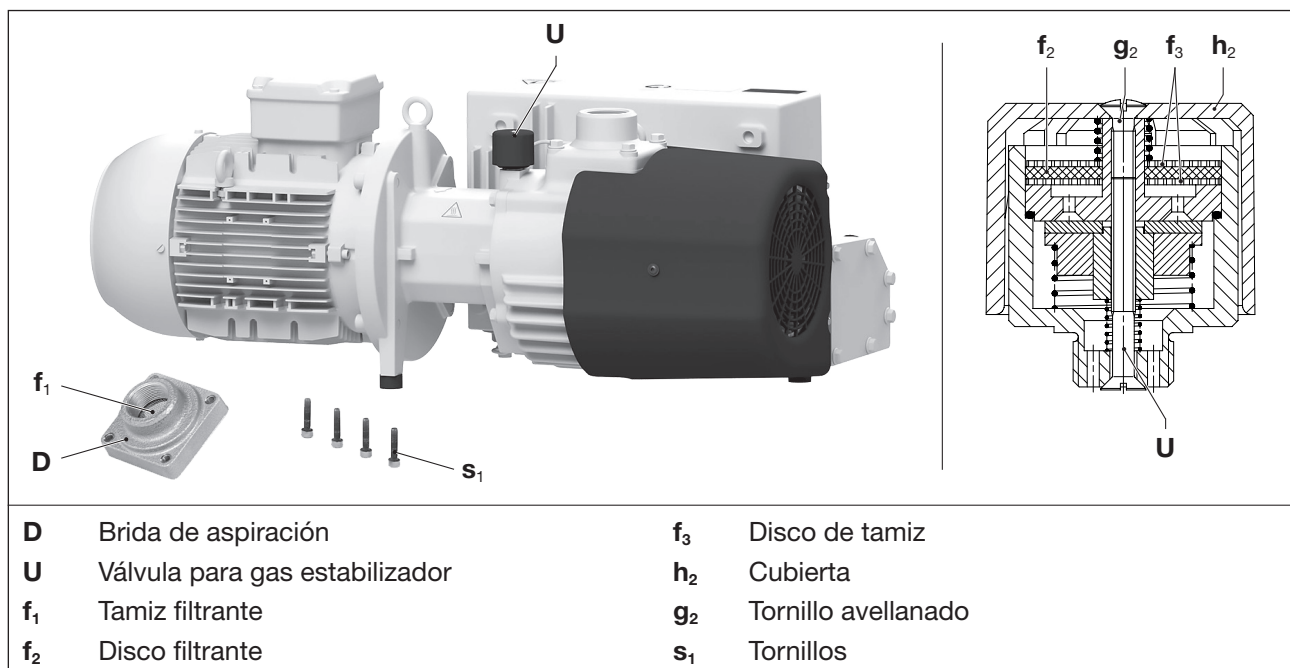

Fig. 6 Tamiz filtrante y válvula para gas estabilizador
El tamiz filtrante (Fig. 6/f1) se debe limpiar lavándolo o utilizando aire comprimido o sustituirlo con mayor o menor frecuencia en función del grado de suciedad del medio aspirado.
- Retirar la brida de aspiración (Fig. 6/D) tras aflojar los tornillos (Fig. 6/s1).
- Limpiar el tamiz filtrante (Fig. 6/f1).
- Colocar la brida de aspiración (Fig. 6/D) y fijarla con los tornillos (Fig. 6/s1). Par de apriete: 35 Nm
Las bombas funcionan con una válvula de lastre de gas (Fig. 6/U). Limpiar el disco filtrante (Fig. 6/f2) y las discos de tamiz (Fig. 6/f3) integrado con frecuencia variable según el grado de suciedad del medio aspirado. Para la VCX, limpiar los elementos filtrantes de ambas válvulas de lastre de gas.
- Afrojando los tornillos avellanados (Fig. 6/g2) y retirando la cubierta de plástico (Fig. 6/h2) se pueden extraer las piezas del filtro para su limpieza.
- Limpiar el disco filtrante (Fig. 6/f2) y los dos discos de tamiz (Fig. 6/f3) utilizando aire comprimido o sustituirlos.
- Coloque el disco filtrante (Fig. 6/f2) entre los discos de tamiz (Fig. 6/f3) y insértelo en la válvula. Colocar la cubierta de plástico (Fig. 6/h2) y fijarla con el tornillo avellanado (Fig. 6/g2). Apretar el tornillo a mano.